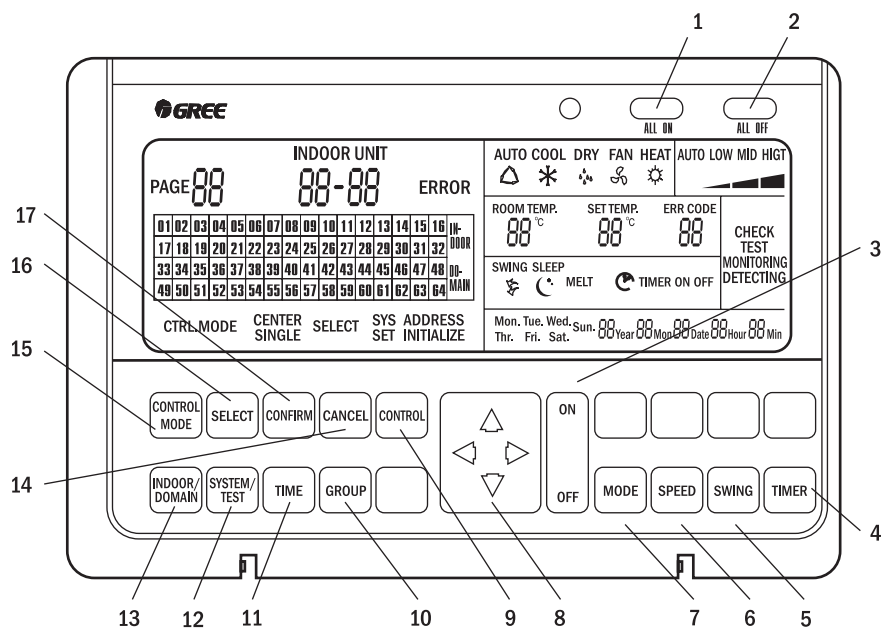

Рис. 3.3 -Панель управления
3.3 Панель управления (см. Рис. 3.3 и табл.3.2)